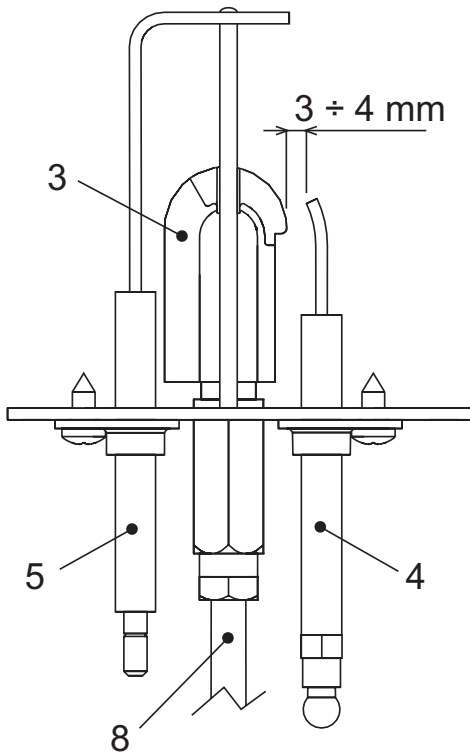

fig. 12 -
- Gli elettrodi devono essere liberi da incrostazioni e correttamente posizionati (vedi fig. 12).
- Controllare che gli elettrodi siano correttamente posizionati e senza incrostazioni (vedere fig. 12).